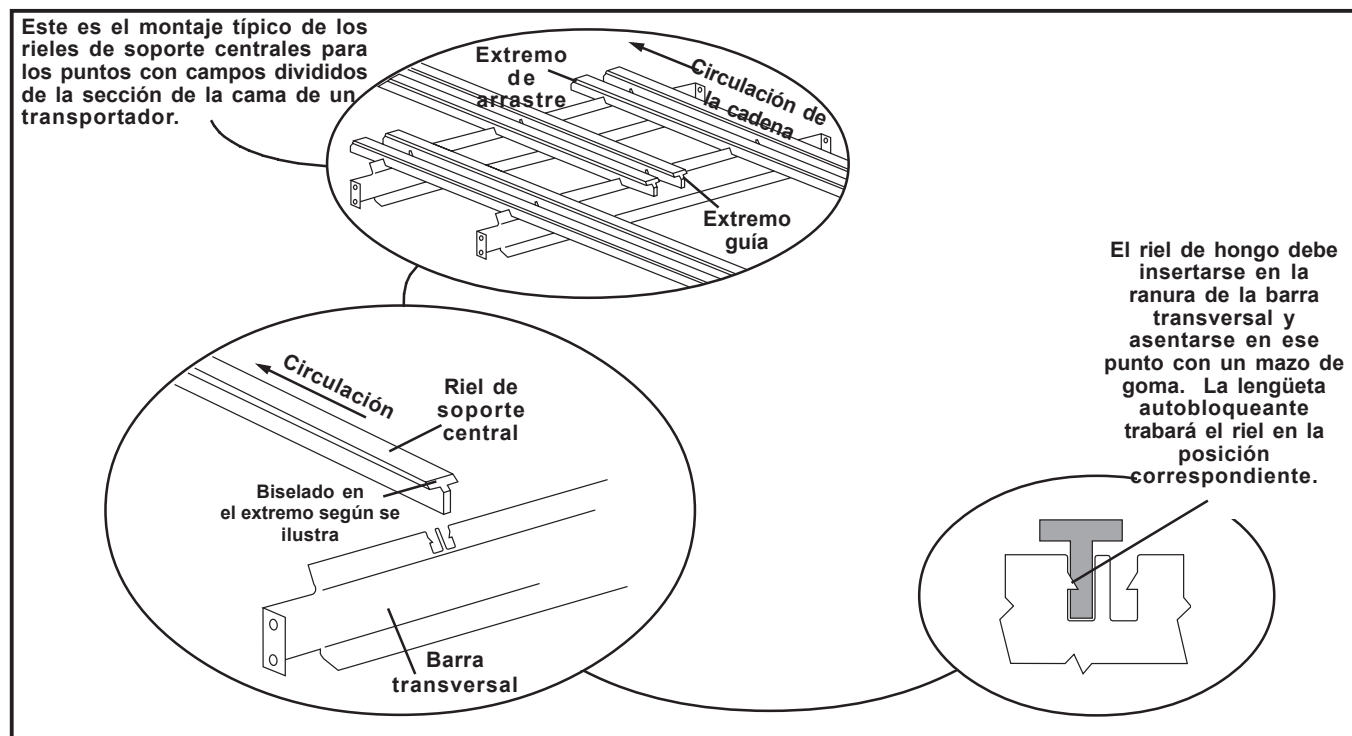
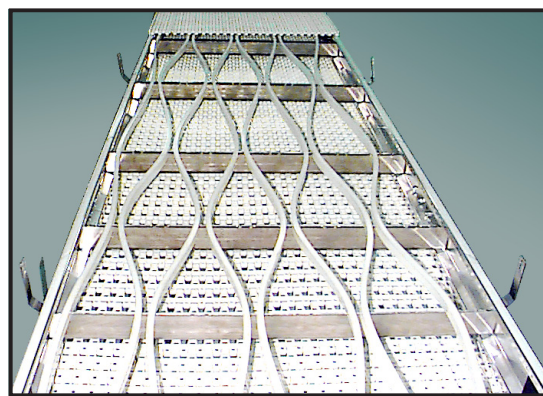

Figura 8: Aspectos generales del montaje del riel de soporte central
Figura 9: Disposición típica del riel de soporte central
Una vez que las secciones de la cama han sido ajustadas entre sí, puede procederse a instalar los rieles de soporte centrales. Los rieles de soporte centrales (rieles Vignoleses o de hongo) sirven de soporte a la cadena superior de la zona del producto (*Figura 8*), evitando que dicha cadena se arquee por la carga del producto. **NOTA:** Como regla general, los transportadores MonoSpan® y MultiSpan® cuyo ancho sea inferior a 13,21 pulgadas (335,60 mm) no exigen la instalación de rieles de soporte centrales.
- Con un mazo de goma, golpee el riel hasta que encaje plenamente en la ranura de la barra transversal. La lengüeta autobloqueante trabará al riel en la posición correspondiente (*ver Figura 8*).
- Repita los pasos precedentes para todos los rieles de hongo adyacentes, de manera que los rieles generen un diseño “ondeado” por toda la extensión del transportador (*Figura 9*).
Los rieles de soporte centrales deberían “serpentear” hacia atrás y hacia adelante a lo largo de toda la extensión del transportador, a fin de evitar que el desgaste se produzca sólo en un punto particular (*Figura 9*). El extremo de arrastre de un riel debería extenderse más allá del extremo guía del próximo riel (según se ilustra en la *Figura 8*), de manera que no se interrumpa el soporte. Como regla general, los transportadores MaxiSpan® tendrán un riel de soporte central ondeando debajo de cada uno de los eslabones centrales de la cadena. Los transportadores MultiSpan® requieren una cantidad variable de rieles de soporte central, de acuerdo con cada diseño específico de cadena. La cantidad de rieles de soporte centrales necesaria para su sistema es aquella que se le ha indicado en el momento de la adquisición, y que debe aparecer especificada en el esquema.
Si fuera necesario cortar o recortar un riel de soporte central, sostenga el extremo de arrastre en su lugar y realice una marca en el lugar seleccionado para el corte (vea la *Figura 8*). Utilice tijeras de podar para cortar el riel de soporte central por la marca realizada. Bisele el extremo del riel y proceda a instalarlo, según se ilustra y describe anteriormente.